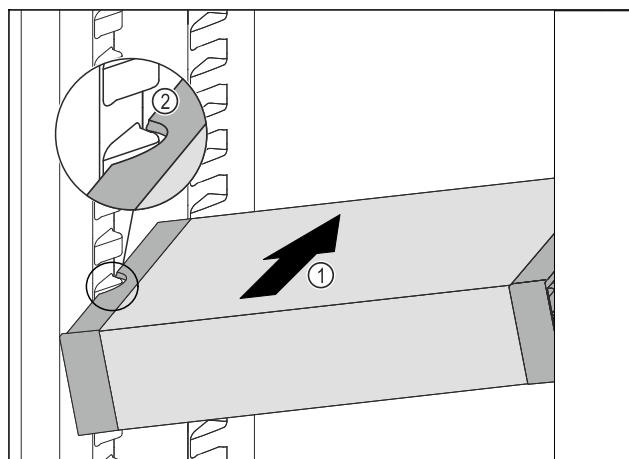

Fig. 114
- ▶ Skub VarioSafe skråt ind i kølesektionen, Fig. 114 (1) indtil udspæringerne i siden Fig. 114 (2) på VarioSafe er på niveau med beholderribben i kølesektionen.